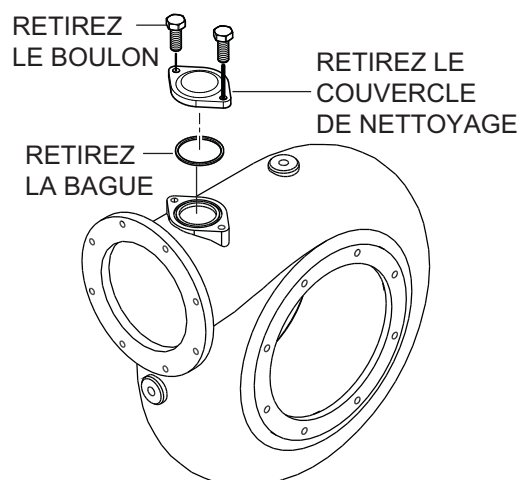

Figure 40. Retirez le couvercle de nettoyage
2. Retirez les vis (2) qui fixent le couvercle de nettoyage (Figure 40) du logement de la volute